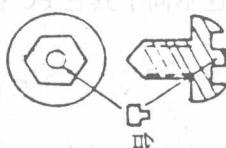

图 1 带有小凸台的内六角螺钉
1、IBM—PC / XT 原装机电源箱上，除了通用标准螺钉外，还有两个非标准的特殊螺钉，其螺帽为标准内六角型，但在内六角中央，多了一个小凸台，如图 1。这种螺钉，一字形和十字形螺丝刀、搬手、钳子等普通工具，全都无法取下，电源箱也就不能打开。用螺丝刀或别的类似工具从侧面斜抵在小凸台中部，用钳子或小锤轻轻击一下螺丝刀
把，小凸台即可齐根折断。这样一来，特殊螺钉变成了标准的内六角螺钉，用内六角扳手即可将电源箱打开。见图 1。